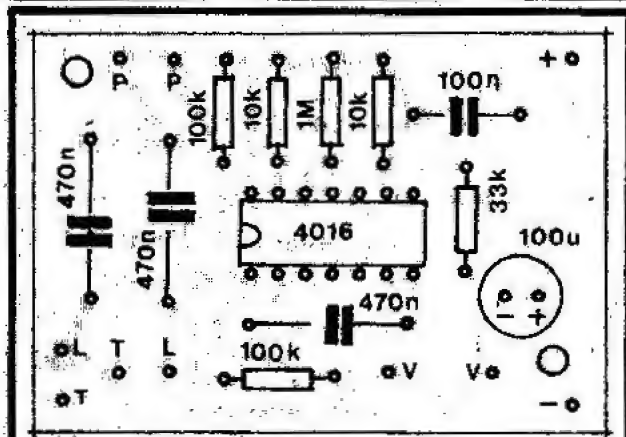

Fig.3
- FIG. 3 - "CHAPEADO" DA MONTAGEM - Antes de mais nada, é preciso "conhecer e reconhecer" componentes, terminais e polaridades... Se o Leitor ainda for um "começante", convém observar o TABELÃO A.P.E. (junto às INSTRUÇÕES GERAIS, no início da Revista...), que traz informações visuais importantes para a perfeita "decodificação" desses dados e parâmetros... O desenho mostra a plaquinha pelo seu lado não cobreado, com as peças em suas respectivas localizações, todas identificadas por valor, código, etc. Notar, principalmente, as posições dos componentes polarizados: o Integrado tem a sua extremidade "marcada" voltada para o capacitor de 470n, enquanto que o capacitor eletrolítico tem as polaridades das suas "pernas" nitidamente indicada, para que não fiquem dúvidas... Quanto às demais peças (resistores e capacitores comuns...) o importante é não trocar as "bolas" nos seus valores, com referência aos locais que ocupam na placa... Nas montagens eletrônicas, "devagar é rápido", ou seja: é melhor fazer tu-